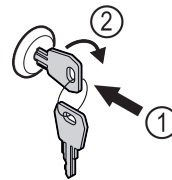

Fig. 152 Példaként szolgáló ábrázolás
- ▶ Dugja be a kulcsot Fig. 152 (1).
- ▶ Forgassa el a kulcsot 90°-kal az óramutató járásával megegyező irányba Fig. 152 (2).